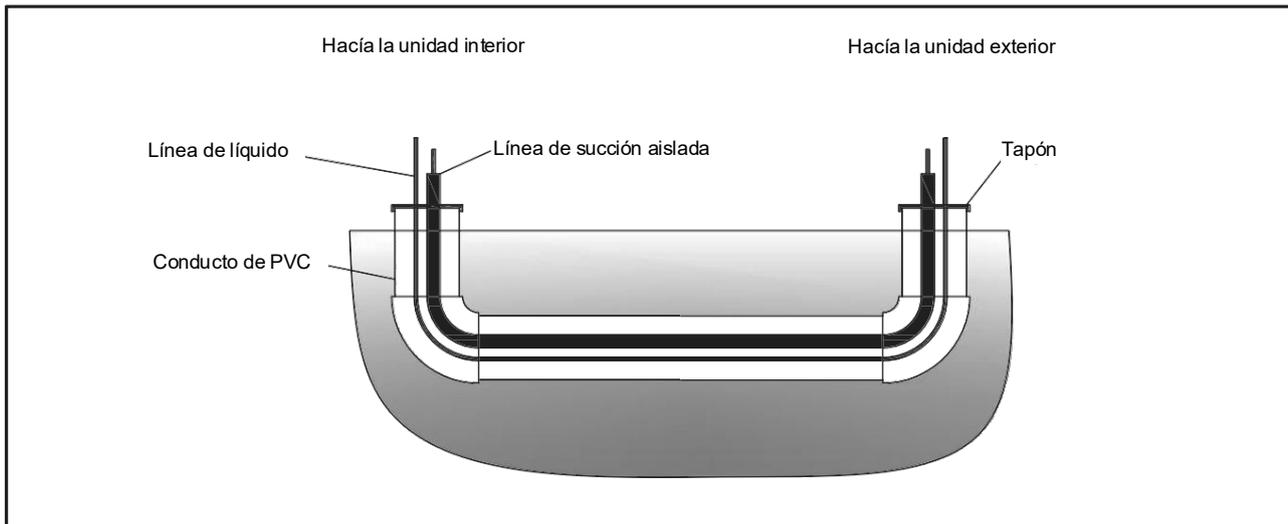

Figura 15
- Utilice tuberías de PVC como conducto para todas las instalaciones subterráneas como se muestra en la Figura 15. Las líneas enterradas deben ser lo más cortas posible.